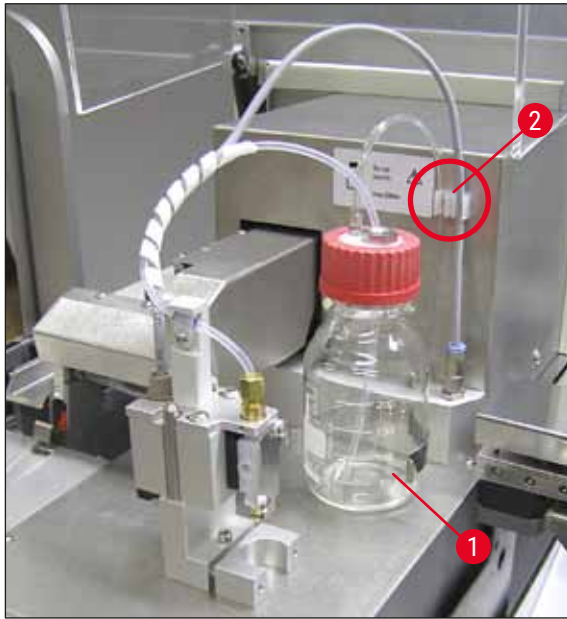

Fig. 12
6. Atornillar la tapa (→ Fig. 10-5) en el frasco para medio (→ Fig. 12-1) y colocar el frasco en el soporte (→ Fig. 12).